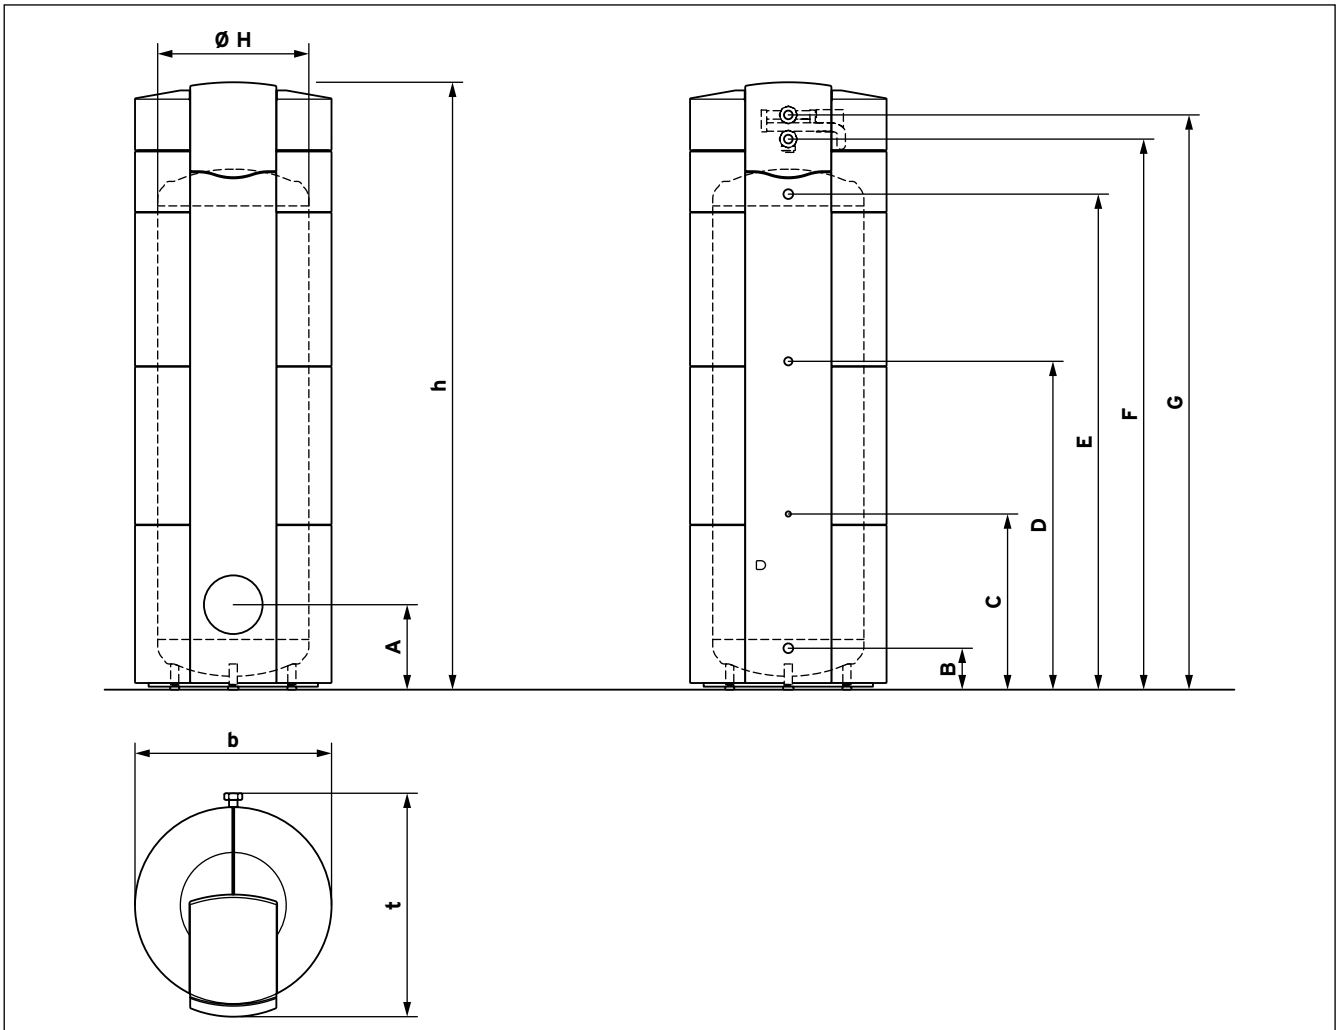

Abb. 5.6 Geräte- und Anschlussabmessungen
- Beachten Sie bei den Arbeiten die Geräte- und Anschluss-Abmessungen in der Abbildung 5.6 und der Tabelle 5.1.